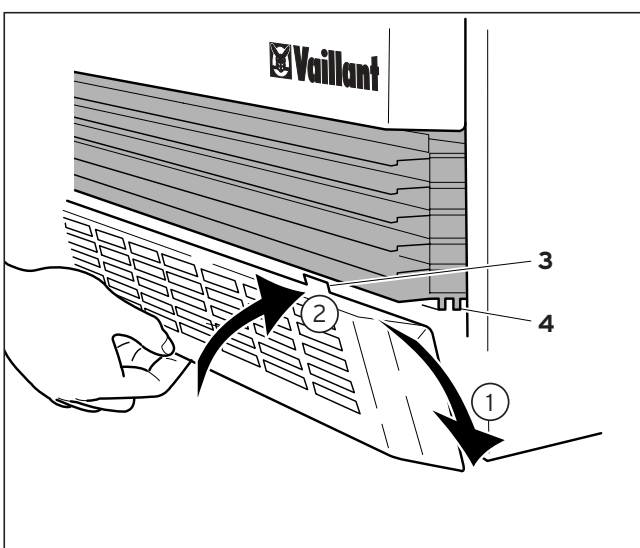

Abb. 4.5 Luftgitter einsetzen
- Rasten Sie das Lufteintrittsgitter unten über die Noppen ein und haken es mit den beiden Nasen (3) oben in die Rille (4) des Luftaustrittsgitters ein (Abb. 4.5).